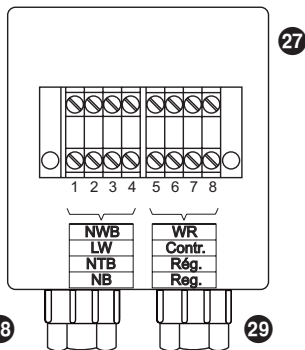

Fig. 9
2. Die Kabel für den Anschluss des Elektrodenstabs Niedrigwasser NW und für die Stäbe 6, 7 und 8 durch die zugeordnete Kabelverschraubung ziehen. **Fig. 9**